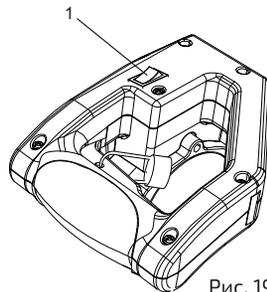

Рис. 19
1. Для включения лазера перевести кулисный переключатель (1) в положение ON (ВКЛ.) (рис. 19).
2. Для отключения лазера перевести кулисный переключатель (1) в положение OFF (ВЫКЛ.).